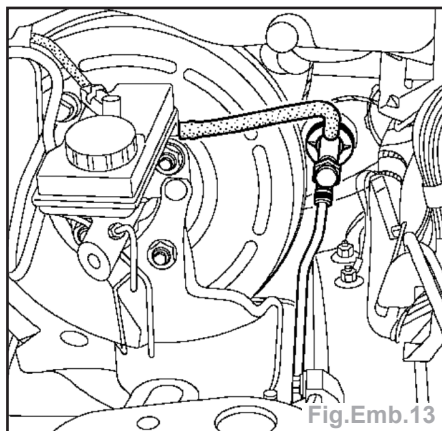

Fig.Emb.13
- Placer un chiffon sous l'orifice (Fig.Emb.13).